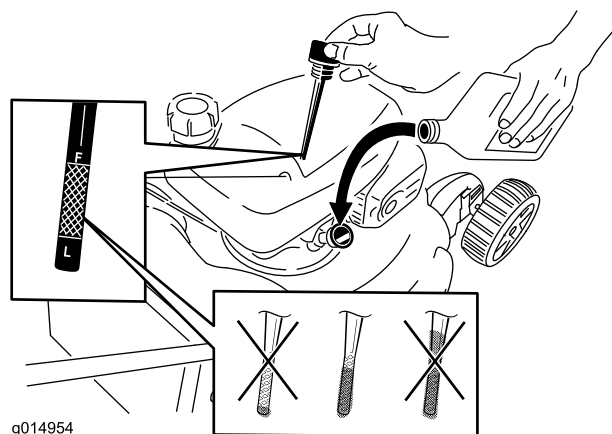

Figure 37
6. Retirez la jauge de niveau du tube de remplissage (Figure 37).
12. Sortez de nouveau la jauge et contrôlez le niveau d'huile ; voir Figure 37.
- Si le niveau d'huile est trop bas, ajoutez lentement une petite quantité d'huile dans le tube de remplissage, puis répétez les opérations 10 à 12 jusqu'à ce que le niveau d'huile soit correct, comme montré à la Figure 37.